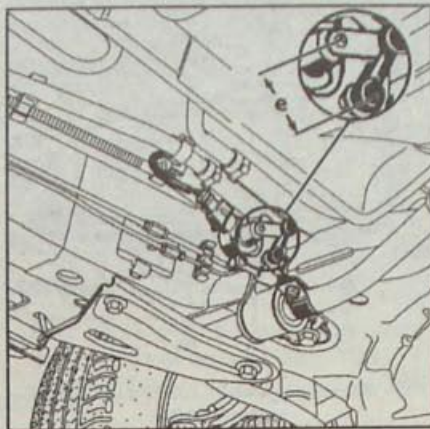

Рис. 15.35. Место измерения размера $e = 45 \pm 1$ мм
- та-фланца (G), установите последний на расстоянии 10 мм от левого конца и поставьте тягу с промежутком $e = 45 \pm 1$ мм (рис. 15.35).